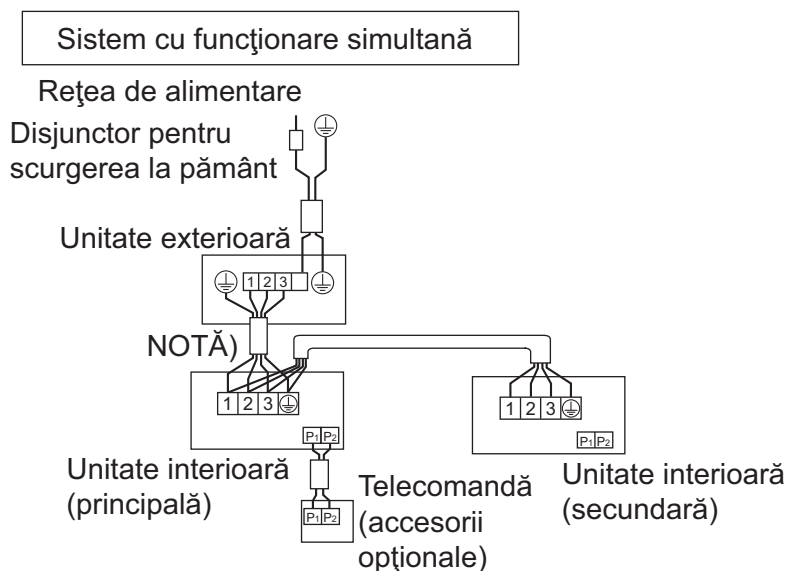

Fig. 26
- **Sistem de funcționare simultană:** 1 telecomandă controlează 2 unități interioare (2 unități interioare funcționează identic.) (Consultați Fig. 26)